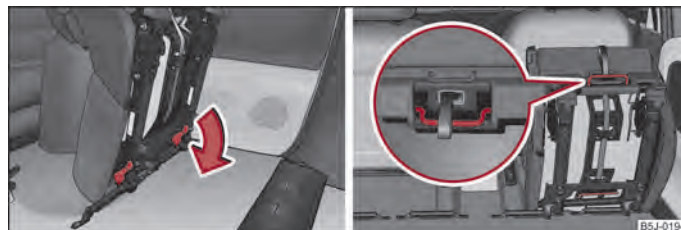

Fig. 40 Deblocarea scaunului rabatat în față / Mănerul de pe suprafața de șezut
- Deblocați scaunul rabatat în față, prin apăsarea în direcția indicată de săgeată, a elementelor de blocare ⇒ fig. 40.
- Scoateți scaunul, de mânerul de pe suprafața de ședere ⇒ fig. 40 dreapta.
- Rabatați în față scaunul lateral ⇒ pagina 54 și deblocați-l ⇒ fig. 40.